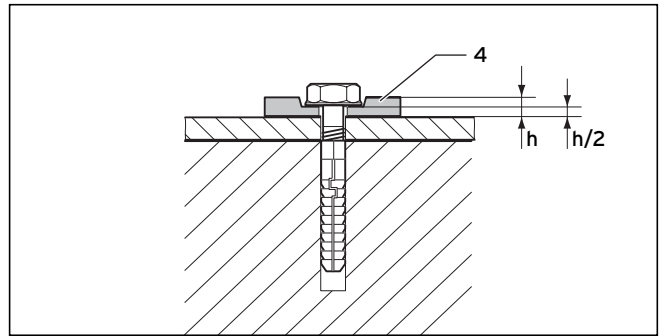

Рис. 6.23 Крепление гибкими подкладными шайбами
Обязательно используйте 4 гибких подкладных шайбы (4), чтобы можно было сбалансировать растяжение материала. Спрессуйте подкладные шайбы на 50 %, см. рис. 6.23.